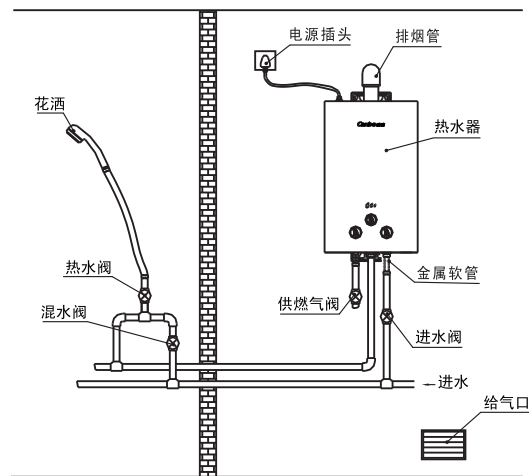

图3
(1)、将随机软管、密封垫分别与热水器及管路连接，如图3所示。拧紧即可，避免大力造成水管破裂。